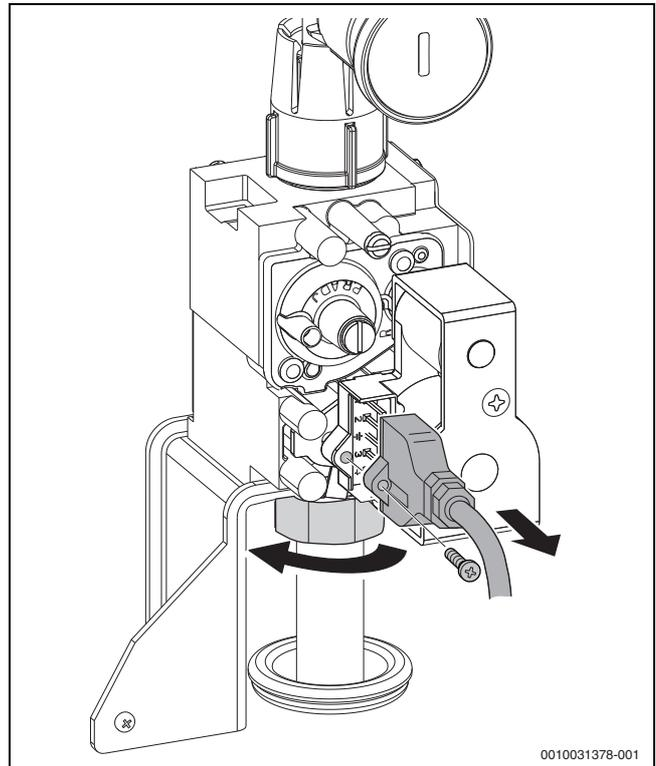

Bild 94 Gasarmatur ausbauen
- ▶ Gasarmatur ausbauen (→ Bild 94, Seite 58).